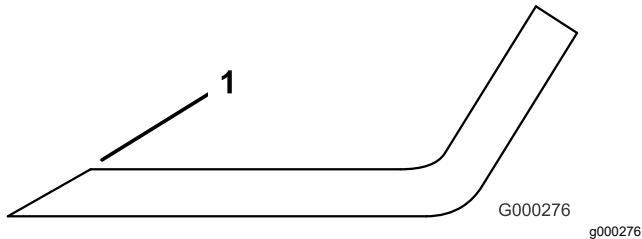

Figura 86
3. Esaminate l'affilatura di tutte le lame e affilate se risultano smussate o scheggiate (Figura 86).
**Nota:** Affilate soltanto la parte superiore del tagliente e mantenete l'angolo di taglio originale per garantire l'affilatura (Figura 86). La lama